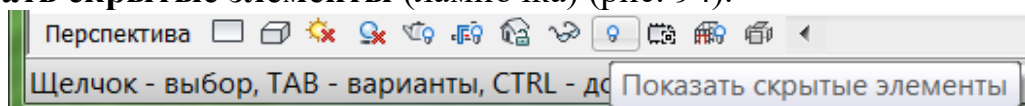

Рис. 94
1. На **Панели управлением видом** щелкнуть на инструмент **Показать скрытые элементы** (лампочка) (рис. 94).